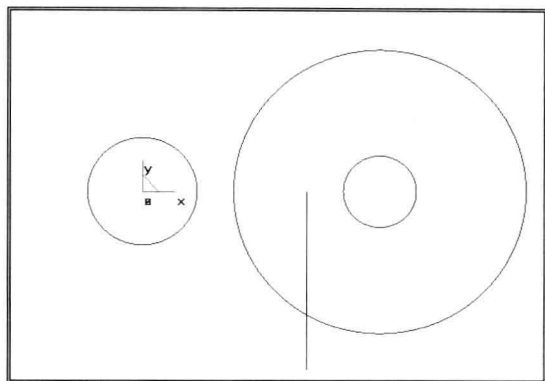

图 1-2-3 手柄图形绘制（二）
4) 单击菜单【造型】→【曲线生成】→【圆】命令，或直接单击  按钮，在立即菜单中选择“圆心_半径”，按空格（**Space**）键，在工具菜单中选择拾取点“圆心”，或直接按 **C** 键，拾取 $R10$ 圆，以 $R10$ 圆圆心作为绘图圆心，输入圆的半径 40，回车确认，生成辅助圆 $R40$ 。单击鼠标右键结束当前圆绘制操作。绘图结果如图 1-2-3 所示。